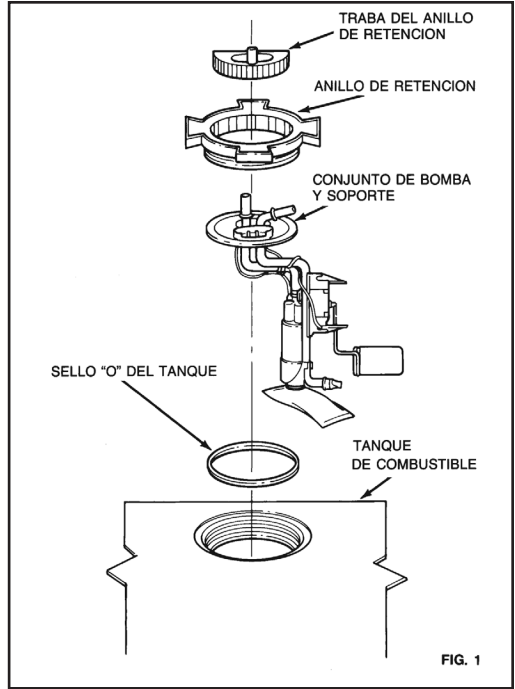

FIG. 1
- B) El soporte de la bomba de combustible está sujeto en su posición por un anillo de retención con rosca exterior, este anillo se mantiene en su lugar por medio de un retén de goma (ver fig. 1). Antes de intentar de retirar el anillo de retención se debe de quitar el retén.
(Vea Fig. 1)
- B) Le support de pompe est maintenu en place par un anneau de retenue à filetage externe, lui-même maintenu en place par un dispositif de verrouillage en caoutchouc (figure 1). Pour pouvoir enlever l'anneau de retenue, il faut d'abord retirer le dispositif de verrouillage.